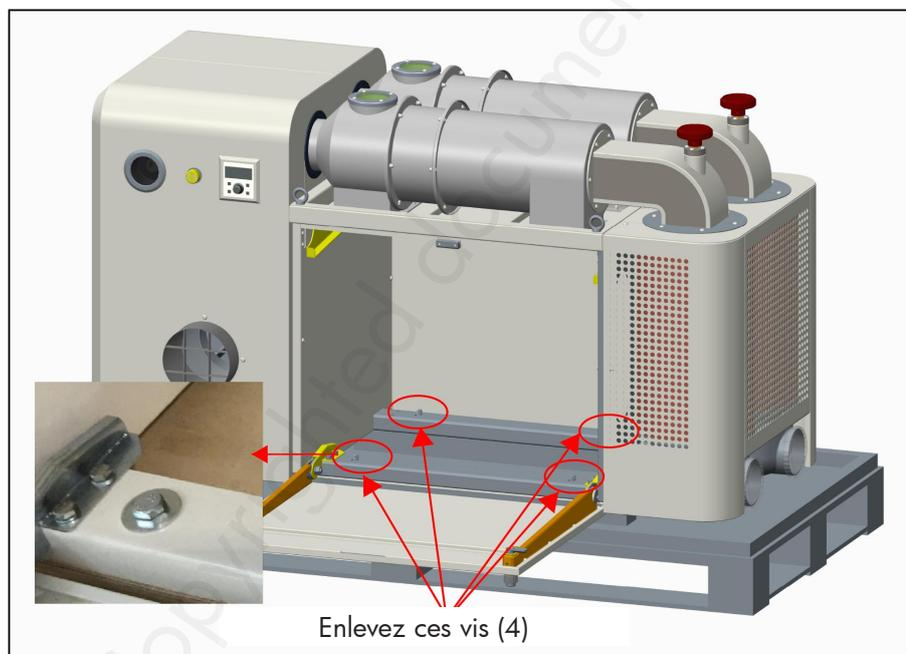

Figure 7
Étape 1 : Comme indiqué sur la figure 7, vous pouvez voir quatre vis Allen dans le bas. Enlevez-les.